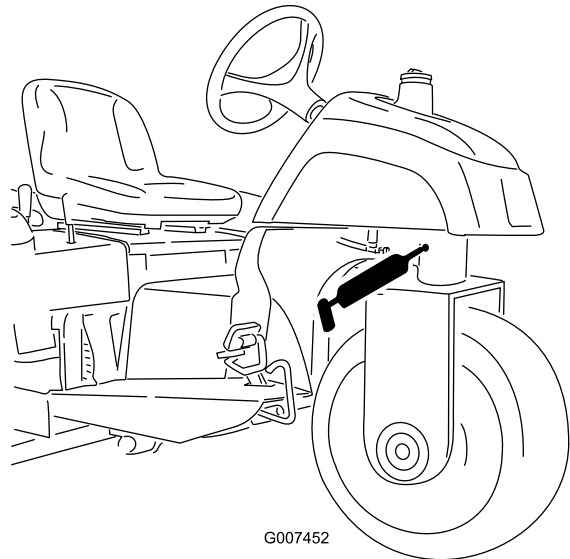

Figura 26
- Pivote de dirección (Figura 26)
Nota: El acoplamiento engrasado del pivote de dirección (Figura 26) requiere el uso de un adaptador de boquilla en la pistola de engrasar. Solicite la Pieza N.º 107-1998 a su Distribuidor Autorizado Toro.